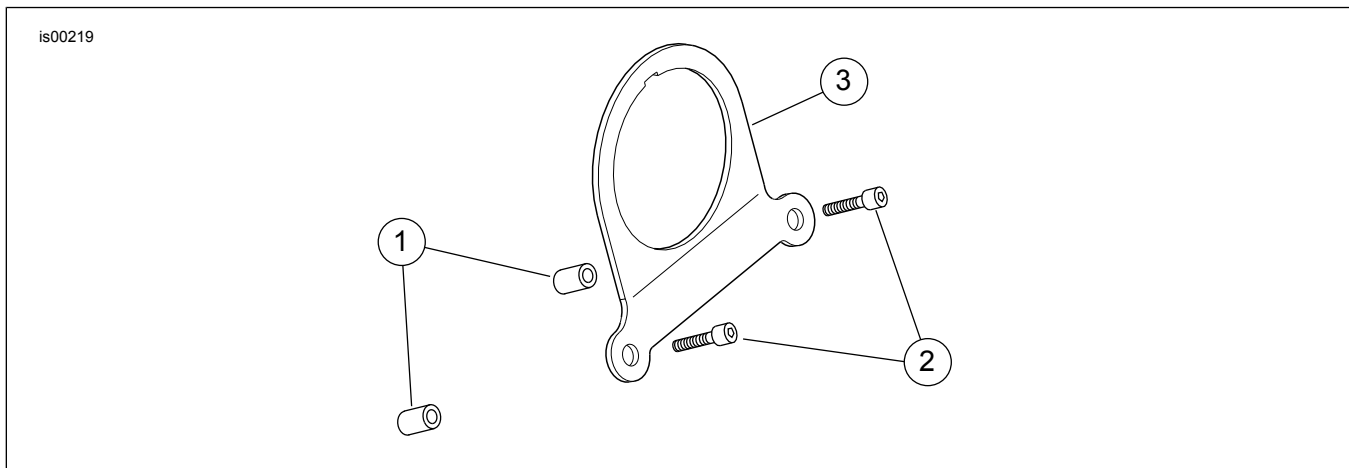

Figure 1. Pièces détachées pour le kit de support de mini compte-tours Sportster
Voir la Figure 1 et le Tableau 4.
3. Voir la Figure 1. Glisser le compte-tours dans la monture de compte-tours (3) à partir du devant en alignant l'encoche du compte-tours avec l'encoche du joint d'isolation.
- Voir la Figure 1. Retirer les deux vis avant de la bride du guidon.
- Placer les entretoises (1) dans les suralésages vides de vis de bride.
- Attacher sans le serrer l'ensemble de monture de compte-tours (3) et compte-tours à la bride de guidon avec les vis à capuchon (2).